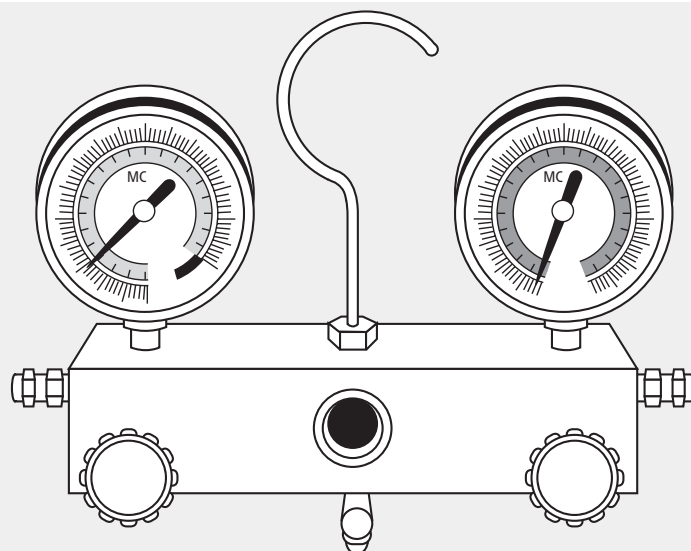

**Рис. 5.10**
4. Захватите ключом корпус вентиля. Не захватывайте ключом гайку, которая уплотняет сервисный вентиль (см. **рис. 5.10**).